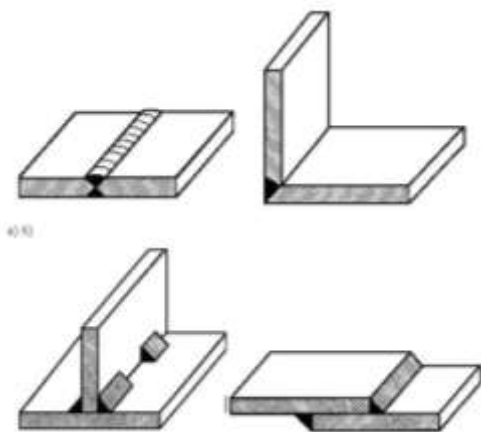

Рис. 99 Основные типы сварных соединений:
- стыковые (С) – детали соединяются встык по торцевым поверхностям (рис. 99 а);
- угловые (У) – детали располагаются под углом и соединяются по кромкам снаружи угла (рис. 99б);
- тавровое (Т) – детали образуют форму буквы Т (рис.99 г);
- внахлестку (Н) – детали частично перекрывают друг друга (рис. 99 г).